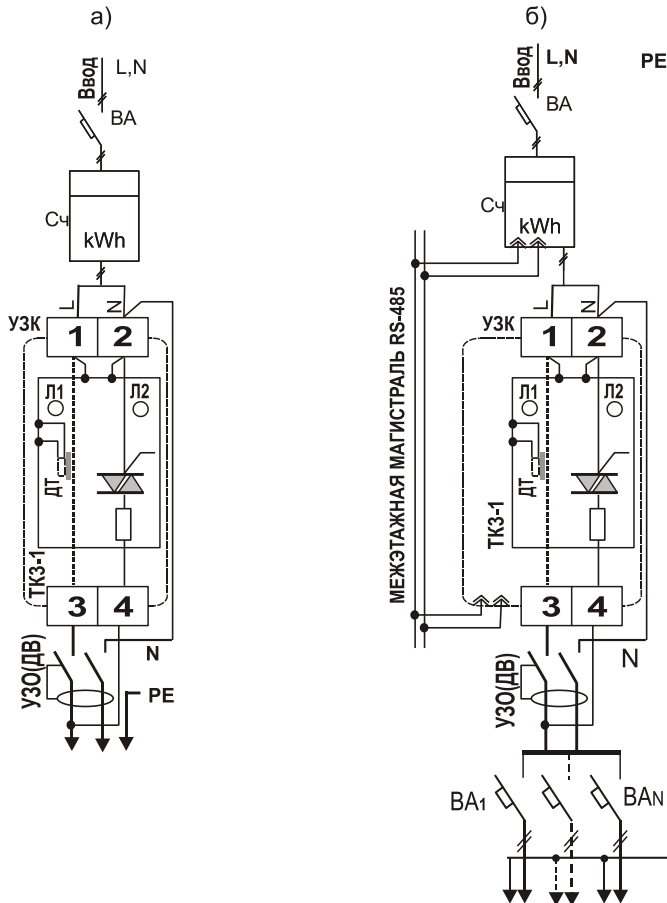

Рис.1. Типовые схемы включения УЗК в цепи электропитания
Целью статистической обработки, которая осуществляется с помощью экспоненциальной функции сглаживания, является вычисление «усредненных» значений параметра за заданный промежуток времени («время усреднения»), которые затем сравниваются с уставками различных видов защиты и предупредительной сигнализации (см. табл.2) и инициируют отключение обслуживаемой цепи («срабатывание защиты»), а также вывод на индикацию соответствующего сочетания сигналов двух светодиодов Л1 и Л2 (см. табл.3 и рис.1) «Усреднение» текущих значений позволяет обеспечить фильтрацию разнообразных видов помех, возникающих в питающей сети и цепях нагрузки, и предотвратить «преждевременное» срабатывание защит.
3.2. Упрощенная принципиальная схема УЗК и примеры типовых вариантов включения УЗК в защищаемую цепь представлены на рис.1. Измерение тока защищаемой цепи осуществляется с помощью оригинального встроенного датчика, представляющего собой конструктивное объединение токопроводящей шины с измерительным шунтом и микромощным (и, соответственно, малогабаритным) трансформатором тока. Сигналы с выходов трансформатора тока (через операционный усилитель напряжения) и делителя питающего напряжения поступают на входы соответствующих каналов аналого-цифрового преобразования флэш-контроллера, который осуществляет их математическую обработку.
Для инициации «срабатывания защиты» УЗК с помощью встроенного симистора (см. рис.1) замыкает выход фазового напряжения УЗО (ДВ) на «нуль» через встроенное нагрузочное сопротивление, минуя собственный нулевой провод УЗО (ДВ). Тем самым, «провоцируется» искусственное срабатывание дифференциальной защиты, и УЗО (ДВ) отключает обслуживаемую цепь. УЗК запоминает причину отключения и индицирует ее согласно табл.3 до появления напряжения на выходе УЗО (ДВ) в результате ручного включения. Кроме того, контролируя наличие напряжения на выходе УЗО (ДВ), УЗК интерпретирует отключение УЗО (ДВ) при «невключенном» симисторе как срабатывание дифференциальной защиты либо (только для ДВ) защиты по максимальному току. Поэтому при ручном отключении УЗО (ДВ) УЗК ложно индицирует состояние «8» из табл.3 как аварийное.
5.2. Требования к установке УЗК в щитах различных типов определяются документацией соответствующих щитов. Подключение внешних проводов к вводным клеммам и разъему УЗК должно осуществляться в строгом соответствии со схемами рис.1. Диаметр проводов, показанных на рис.1 жирными линиями, следует выбирать соответственно номинальному току УЗК. Диаметр других проводов, за исключением витой пары, подключаемой к разъему RS-485, по условиям механической прочности должен быть не менее 1 мм².